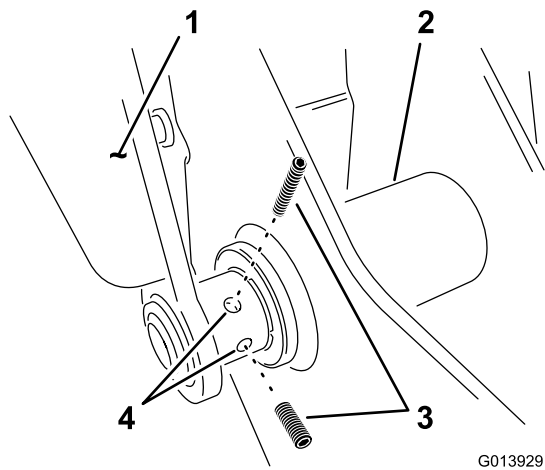

Figura 7
9. Instale 2 tornillos de fijación en el brazo izquierdo, en el punto de giro inferior (Figura 7).
6. Apriete los 2 tornillos de fijación del brazo de pivote izquierdo, consulte Figura 7 en Instalar los brazos de sujeción en el bastidor de soporte (página 6).